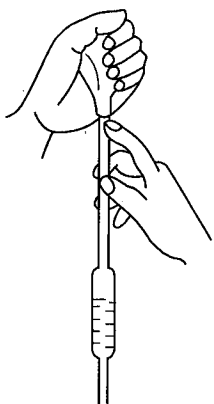

图 1-3 移液管吸取溶液
① 移液管不太脏时，用自来水冲洗干净，再用蒸馏水润洗 3 次则可备用。
② 移液管用水冲洗不净时，可用合成洗涤剂或铬酸洗液洗涤。洗涤时右手的大拇指和食指拿住移液管管颈标线以上部位，左手拿洗耳球，用手将球内空气压出，然后把球的尖端插到移液管的上管口，将移液管下端插入洗液中，慢慢松开左手手指，吸取洗液至球部的 $1/4 \sim 1/3$ 处，如图 1-3 所示，立即用右手食指按住管口，将移液管横过来，用两手的拇指及食指分别拿住移液管的两端，转动移液管并使洗液布满全管内壁，将洗液从下口放入废液缸。用自来水冲洗干净，再用蒸馏水润洗 3 次，置于洁净的移液管架上备用。洗净的移液管内壁和外壁能够被水均匀润湿而不挂水珠。如挂水珠，应重新洗涤。